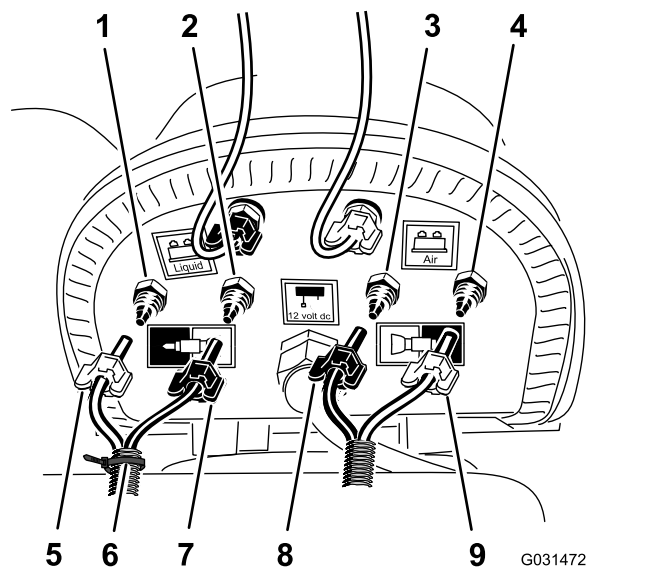

Рисунок 8
- На соединительной панели компрессора, предназначенной для комплекта пенного маркера, закрепите кабельную стяжку вокруг прозрачной и синей трубок для правой секции стрелы (Рисунок 8).
- Ослабьте зажимные гайки 2 прозрачных и 2 синих трубок, идущих к пенообразующим насадкам в левой и правой секциях стрелы (Рисунок 8).
- Снимите 4 трубки с обжимных фитингов секций стрел (Рисунок 8).